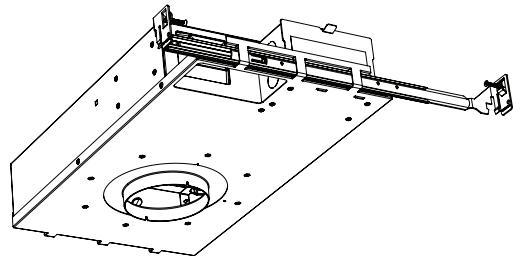

fig. 3
- c. Insérez la barre de fixation extérieure dans les mêmes fixations du boîtier, en verrouillant les moitiés intérieure et extérieure. Assurez-vous que la vis se trouve en haut (voir la fig. 3).
- b. Vissez l'extrémité des deux barres dans les solives en bois pour fixer le boîtier (voir la fig. 3).